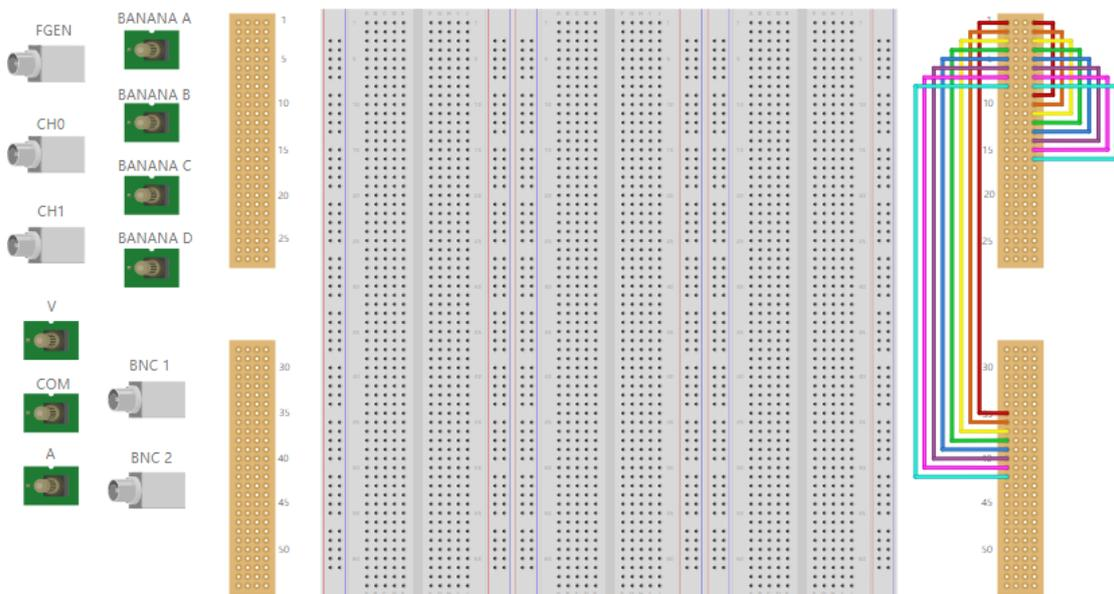

图 3-1 导线连接示意图
2、按图 3-1 所示方式连接导线(DIO 0 分别连接至 DIO 8 和 LED 0;